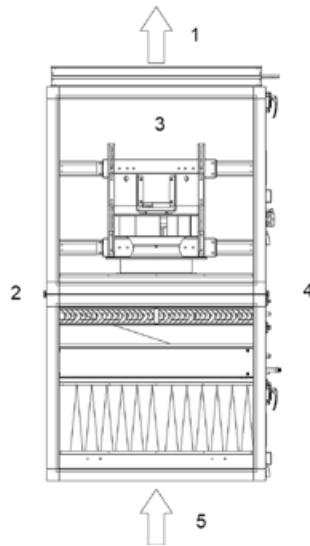

Abbildung 7.4.2.1 Wartungs-Seite der Einheit.
1. Die Wartungs-Seite ist mit Blick von oben nach unten entsprechend der Hauptluftrichtung gekennzeichnet (*Abbildung 7.4.2.1*). Der Hauptluftstrom für die Zuluft- und Wärmerückgewinnungsgeräte ist ein Zuluftstrom und der Hauptluftstrom für die Abluftgeräte ist ein Abluftstrom. Bei RLTGeräten mit Wärmerückgewinnung ist die Wartungsseite für Zu- und Abluftmodule getrennt gekennzeichnet.